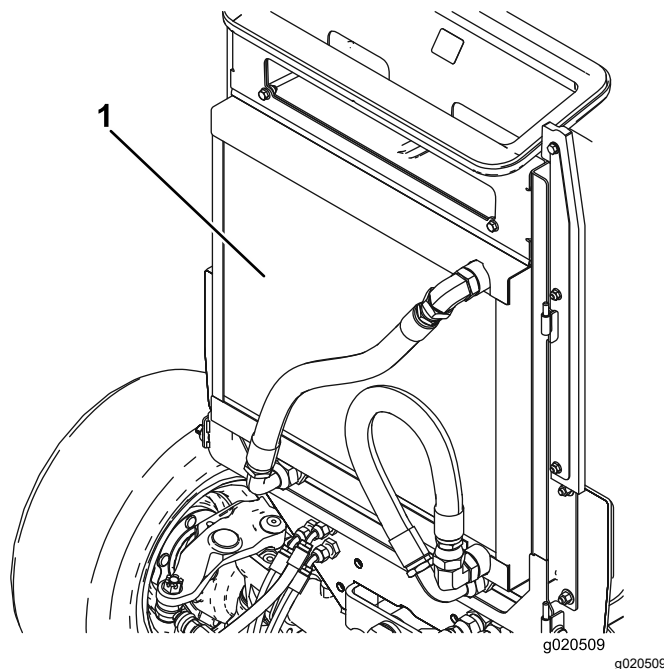

Figura 98
3. Limpe ambos os lados do radiador/refrigerador (Figura 98) com ar comprimido. Comece a partir da parte frontal e sopre os detritos para fora na direção da parte posterior. Depois, limpe a partir da parte posterior e sopre na direção da parte frontal. Repita o procedimento várias vezes até remover toda a sujidade e detritos.